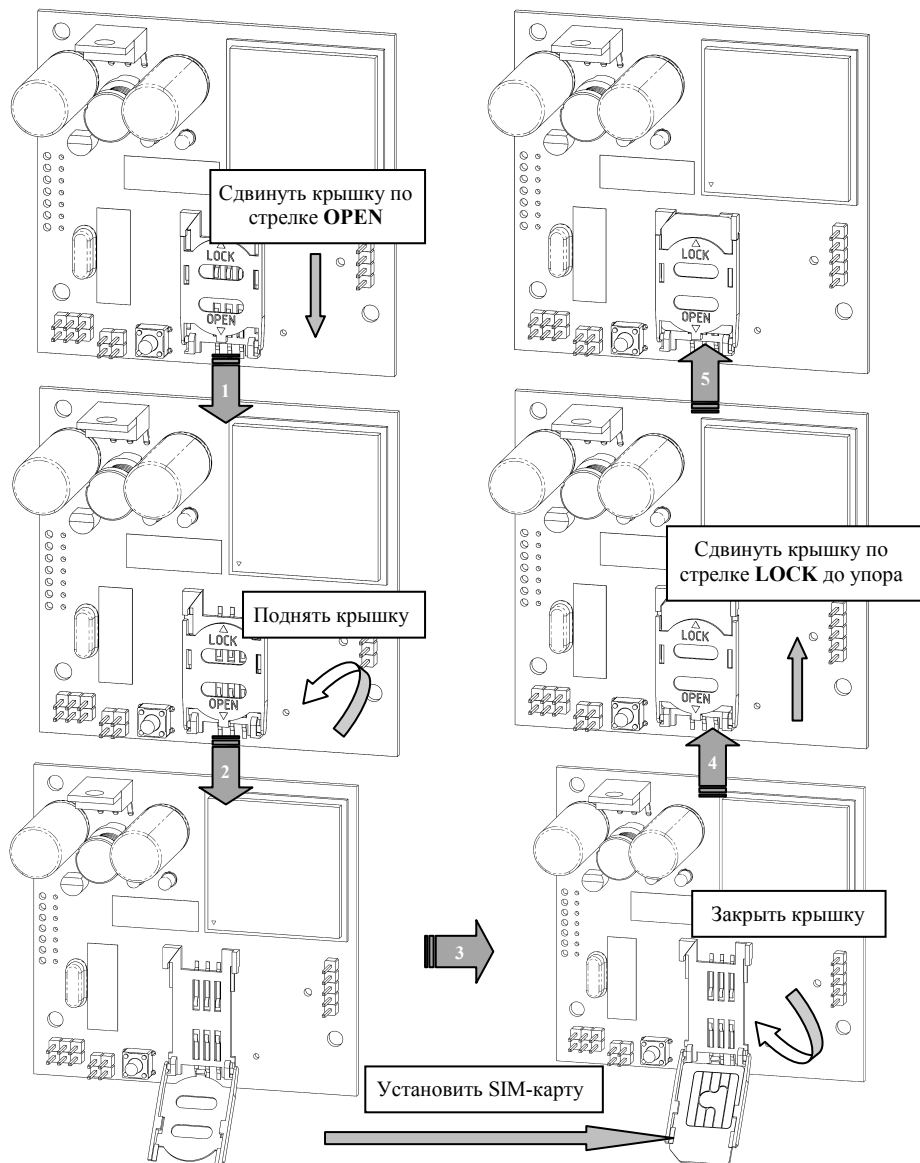

Рисунок 10 - Установка SIM-карты
- Установить SIM-карту в картоприёмник модуля МПИ-GSM – см. Рисунок 10 (приборы с модулем МПИ-GSM).